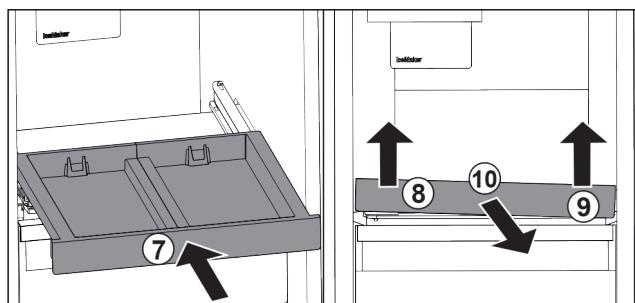

Fig. 91
- Zasuňte vyťahovaciu poličku. Fig. 91 (7)
- Nadvhnite vyťahovaciu poličku vpredu vľavo. Fig. 91 (8)
- Nadvhnite vyťahovaciu poličku vpredu vpravo. Fig. 91 (9)
- Odoberte vyťahovaciu poličku dopredu. Fig. 91 (10)